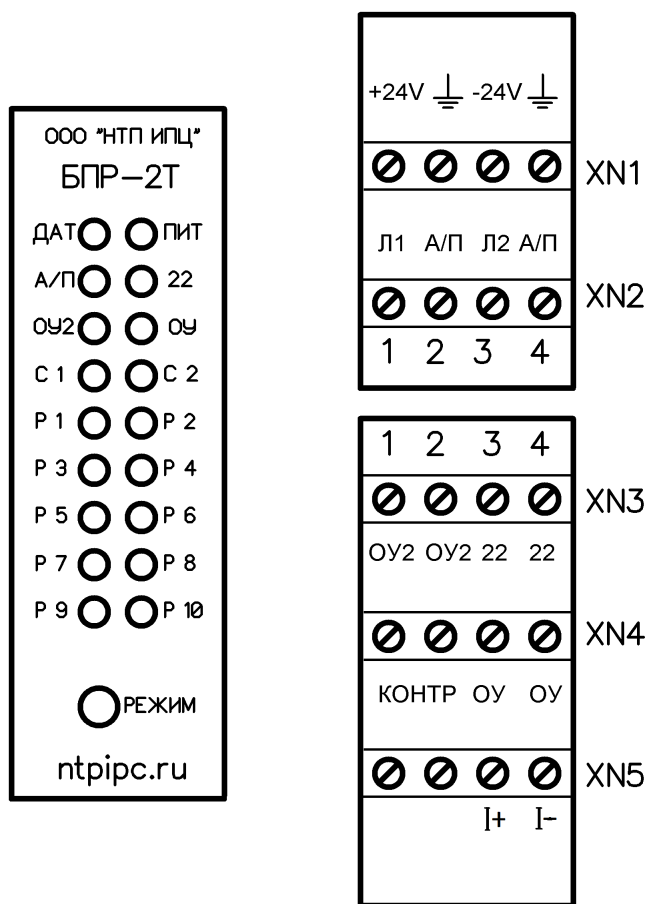

Рисунок 3 – Расположение элементов коммутации и индикации на передней панели и клеммных колодках БПР-2Т
2.9.1 На передней панели блока питания и регистрации БПР-2Т расположены светодиоды «Р1»- «Р10», являющимися индикатором установленного режима работы блока питания. А также кнопка «РЕЖИМ» предназначенная для редактирования параметров работы блока питания, см. рисунок 3.